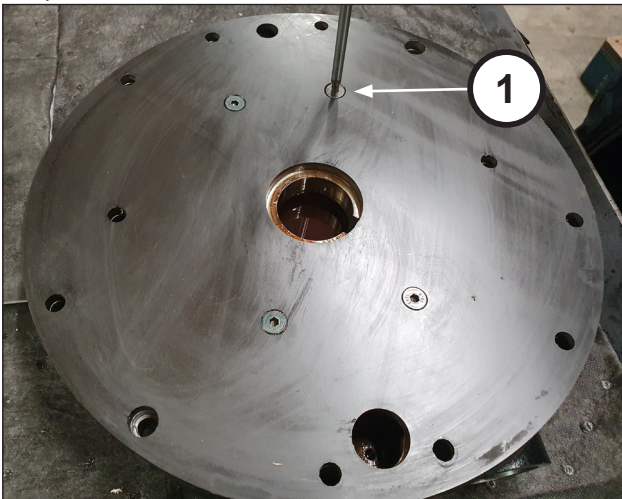

Abb. 94
Positionieren Sie die Ölpumpenplatte auf den Ölpumpenkörper und befestigen Sie sie mit den entsprechenden Schrauben (Pos. ①, Abb. 94).